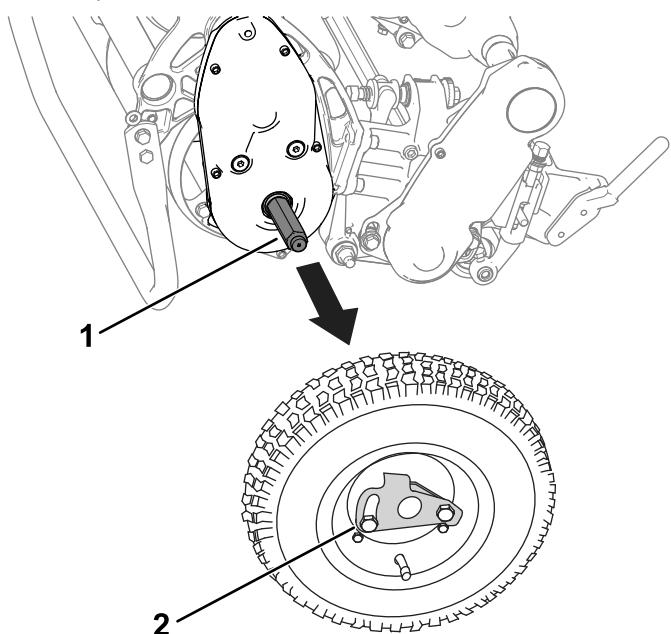

Рисунок 20
- Снимите транспортные колеса, выдвинув зажимы транспортных колес с осей (Рисунок 20).